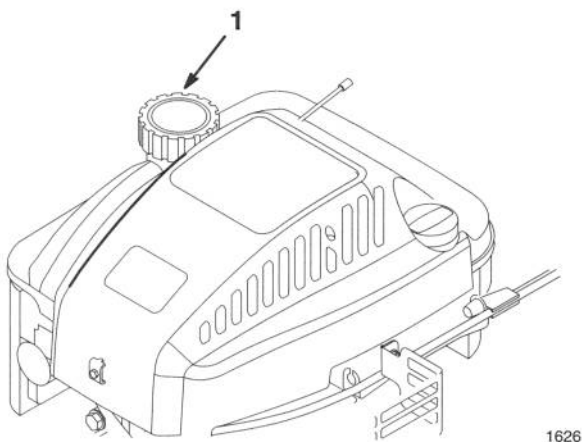

Figure 37
6. Remplir le réservoir de carburant (Fig. 37) avec de l'essence propre et fraîche.